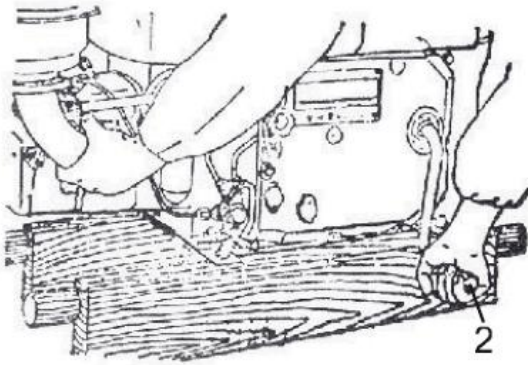

Fig. 7 Partida do Motor através da manivela de partida
- ✓ Introducir la manivela en el agujero del eje de arranque. Empuje la palanca de descompresión y accione el motor hasta que observe un sonido normal de inyección de combustible (Fig. 7).